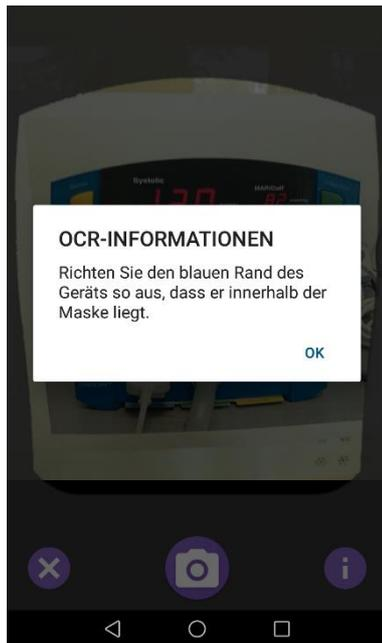

Abb. 89
- Drücken Sie die Taste , um eine Hilfe für den Benutzer zu lesen, die einige wichtige Informationen über die OCR-Funktionalität anzeigt (Abb. 88 **C**). Das folgende Fenster wird angezeigt (Abb. 89):